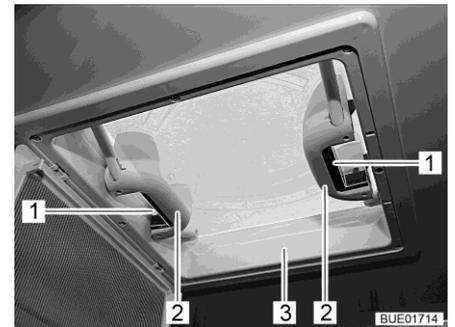

Bild 85 Griffe mit Schnappverschlüssen
- Schnappverschluss (Bild 85,1) zur Innenseite der Dachhaube (Bild 85,3) drücken. Gleichzeitig mit dem Griff (Bild 85,2) die Dachhaube nach oben drücken.
- Dachhaube (Bild 85,3) an beiden Griffen (Bild 85,2) kräftig nach unten ziehen, bis beide Schnappverschlüsse (Bild 85,1) eingerastet sind.